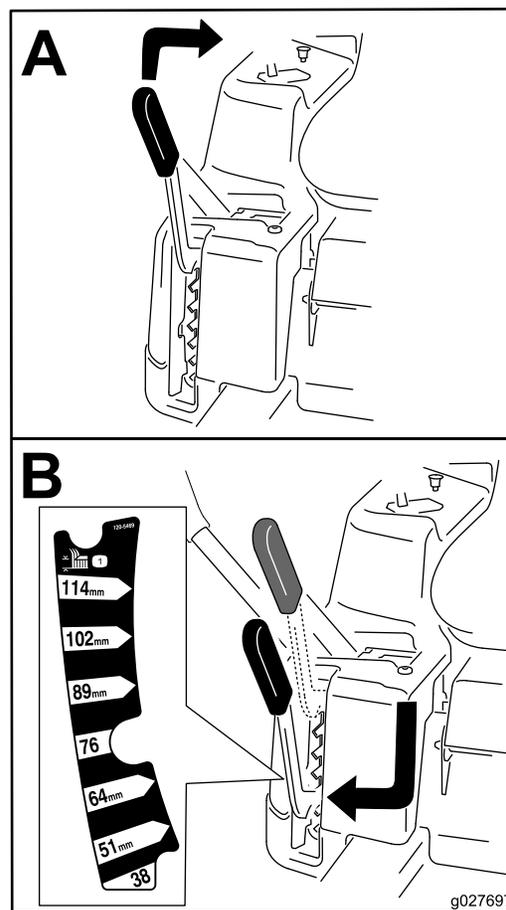

Figura 14
**Nota:** A posição de transporte é a posição da altura de corte ou a altura de corte mais elevada (115 mm), como se mostra na (Figura 14).